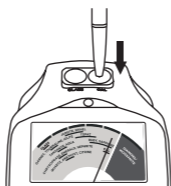

图 1.4
- 将探针头顶在指示灯右边的校准检测盘上（图 1.4）。指针应该摆至红色条带中并保持不动（最好位于红色条带中央），上方显示“CAL”。